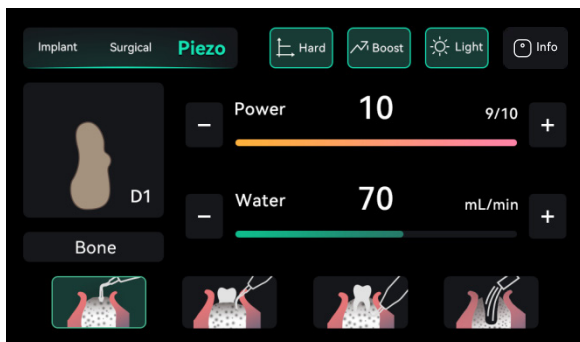

Fig.7
Como se muestra en la Fig.7, cuando se selecciona el modo "Hueso" en el marco verde, el aparato está en modo de corte de hueso.
7.1.2.1 Función ósea (Fig.7)